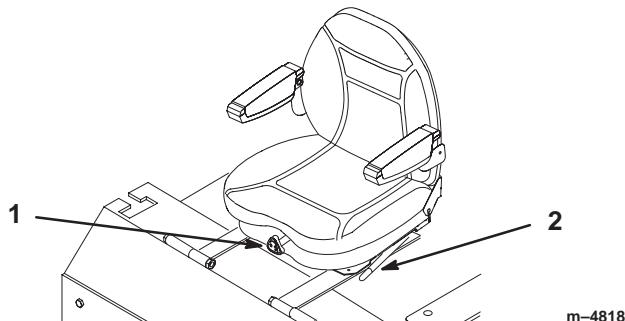

Figure 22
1. Poussez le levier de réglage sur le côté pour débloquer le siège (Fig. 22).
1. Pour ce faire, tournez le bouton avant dans un sens ou dans l'autre pour obtenir la position la plus confortable (Fig. 22).